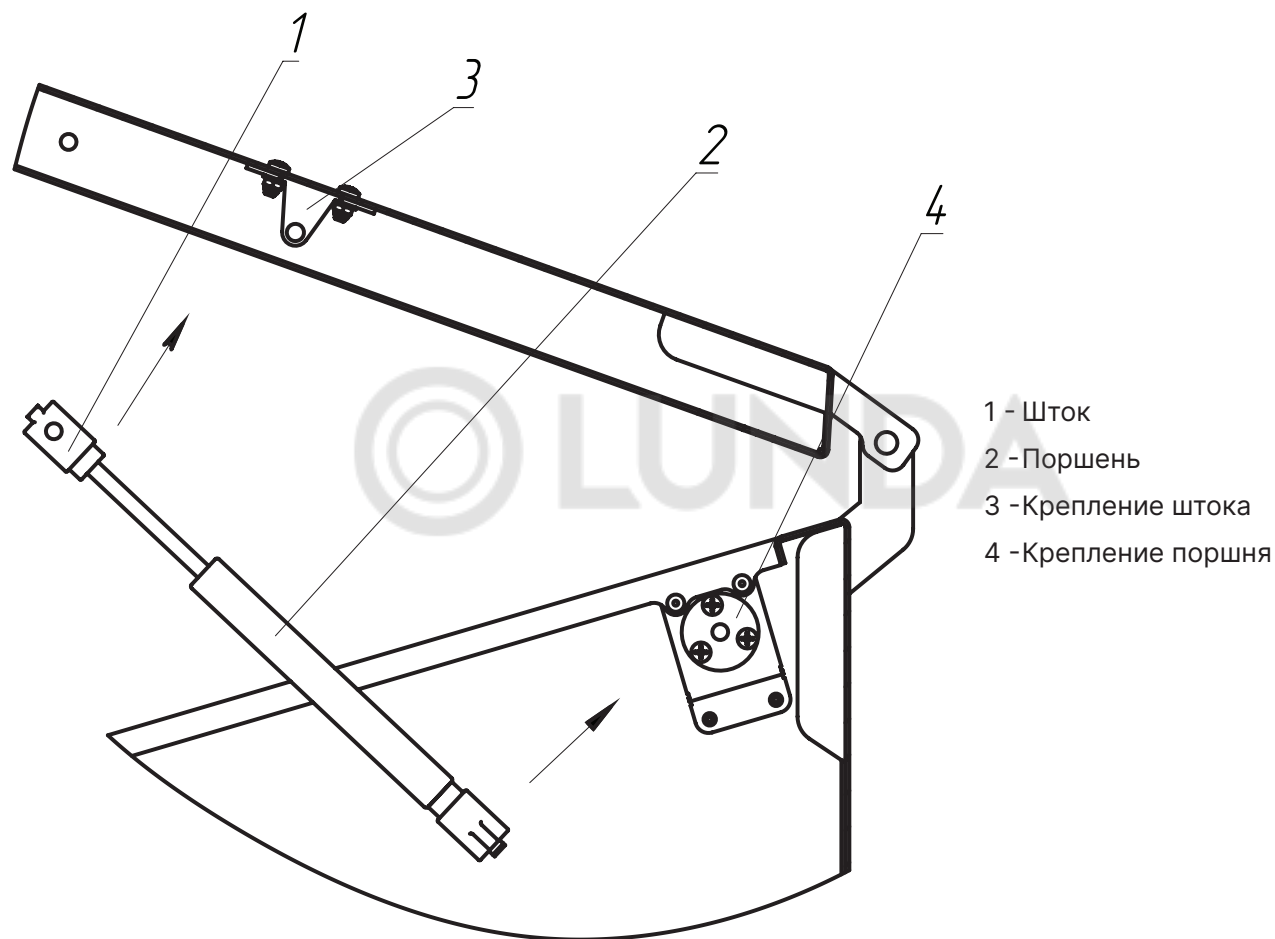

Рис.13 Установка газлифтов на топливный бункер
3. Защелкните поршень (**Рис.13, поз.2**) в крепление поршня (**Рис.13, поз.4**) на боковой стенке бункера. Убедитесь в надежной фиксации;
4. Защелкните шток (**Рис.13, поз.1**) в крепление штока (**Рис.13, поз.3**) на крышке бункера. Убедитесь в надежной фиксации;